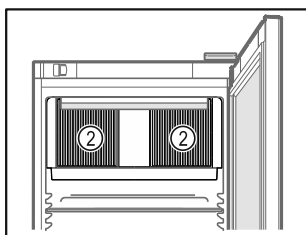

Fig. 59
- Тримати відкритою вентиляційну щілину Fig. 59 (2) вентилятора циркуляційного повітря у внутрішній камері.